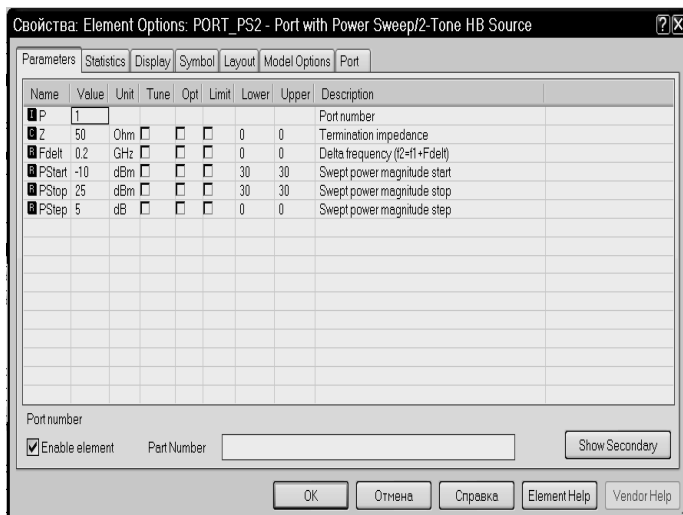

Рис. 3.29
4. Откройте вкладку **Parameters**. В поле **Fdelt** введите **0.2**, в поле **Pstart** введите **-10**, в поле **Pstop** введите **25**, в поле **Pstep** введите **5**, как показано на рис. 3.29. Затем нажмите **OK**.